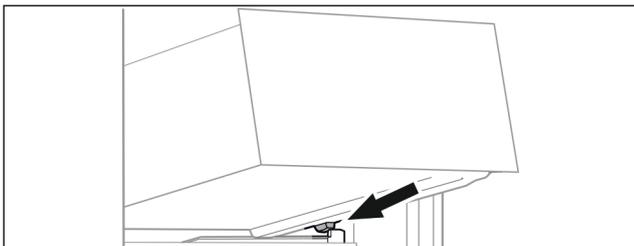

Fig. 63
- ▶ Schubfach schräg hinter den Stopperrn auf Behälterrippe aufsetzen. (siehe Fig. 63)